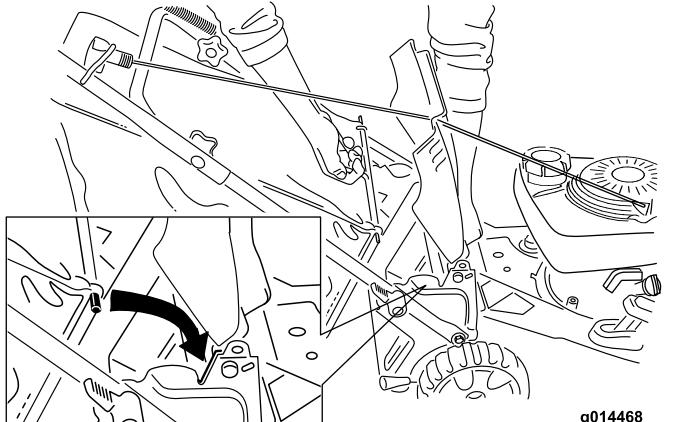

Bild 18
- Halten Sie das Heckablenklech hoch, setzen Sie den Fangkorb in die Kerben ein und senken das Heckablenklech ab (Bild 18).